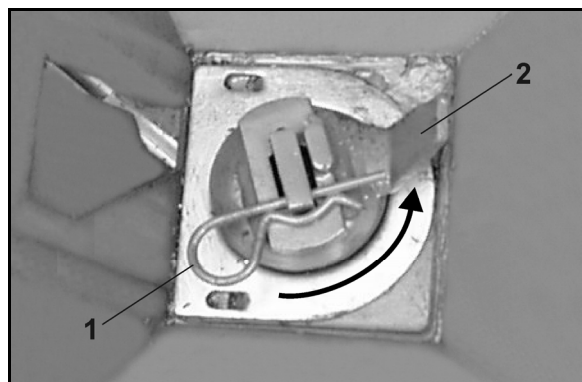

Fig. 85
1. Tag fjederstikket (Fig. 85/1) ud.
2. Tag rørehovedforsatsen (Fig. 85/2) af.